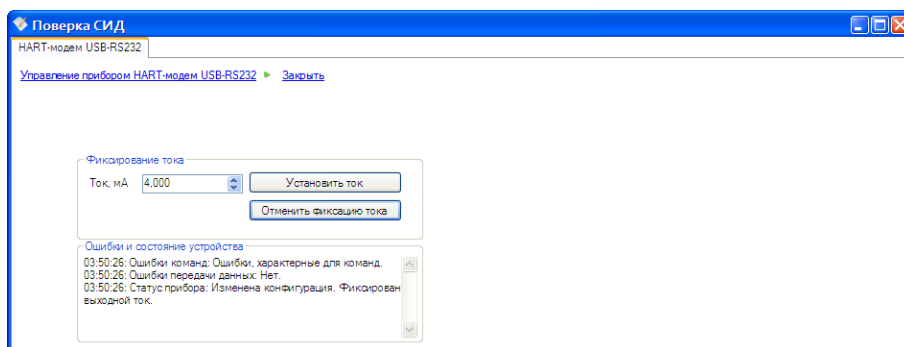

Рисунок 4.125 – Установка фиксированного тока
- Установка фиксированного тока (см. Рисунок 4.125);